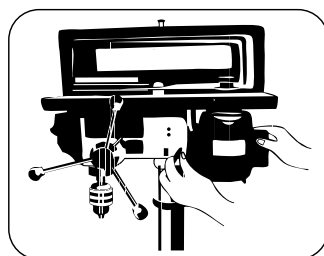

FIGURA 7.14
- Abra la Tapa del Protector de Correa **2** y afloje la traba de tensión de la correa, localizada en la parte externa (Figura 7.14).
- Cuando sea alcanzada la tensión deseada, fije la traba de tensión de la correa (Figura 7.14).